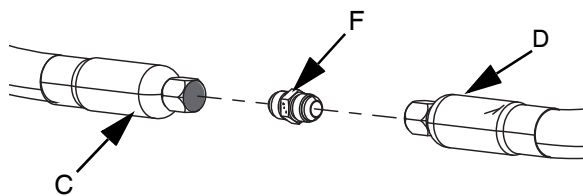

FIG. 20
- 6. In caso di utilizzo di due tubi flessibili di alimentazione (C e D), utilizzare il raccordo del tubo flessibile di alimentazione 1 verso il tubo flessibile di alimentazione 2 (F) per collegare il tubo flessibile 1 (C) al tubo flessibile 2 di alimentazione (D). Vedere FIG. 20.